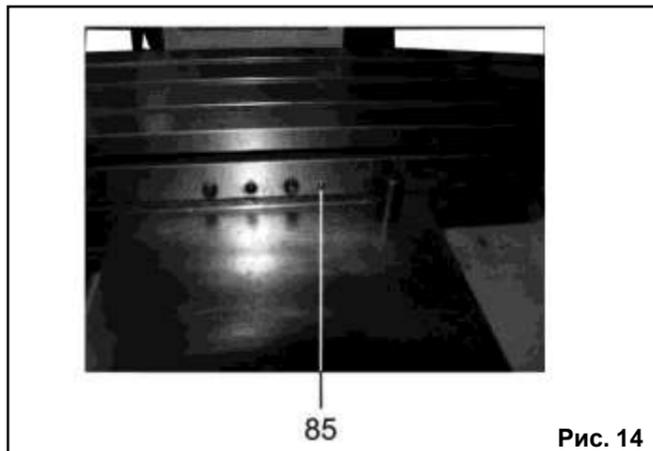

Рис. 14
13.1.5. Перед началом работы и после окончания рекомендуется добавить несколько капель масла в маслёнку (85), Рис. 14, всех узлов, снабжённых ими.